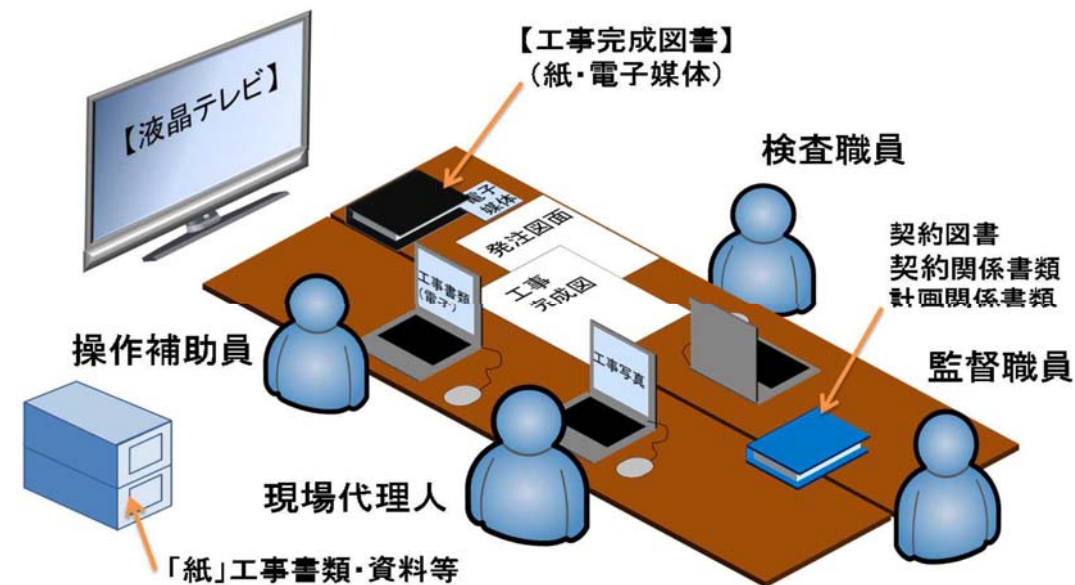

図2 検査会場の配置
- ・検査会場に検査対象書類及び機器の配置をしてください。(図2参照)